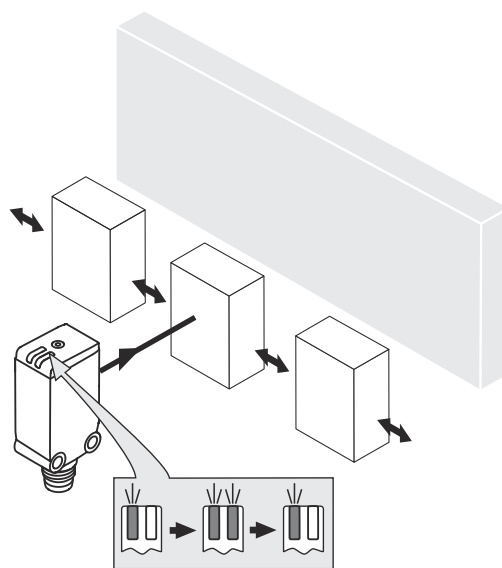

Figura 5: Direção padrão
4. Observe a direção preferencial do objeto em relação ao sensor. ver figura 5, página 157.